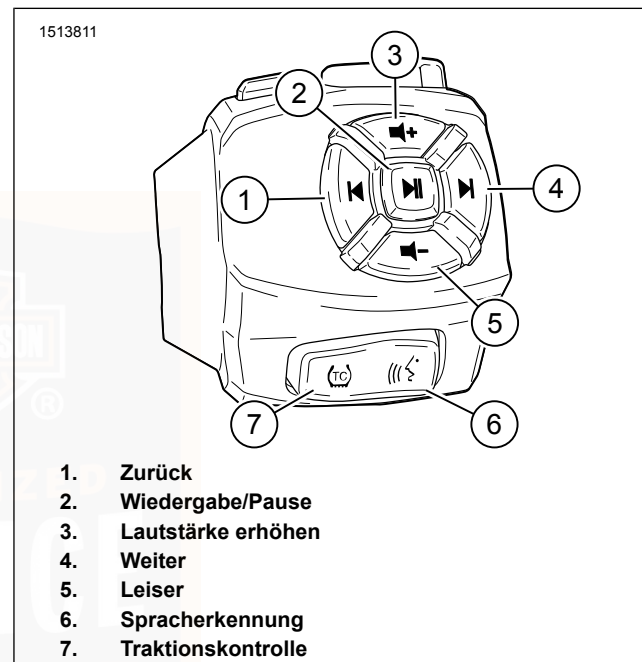

Abbildung 36. RHCM – unten
Siehe Abbildung 36. Die vorherige Taste (1) drücken, um die vorherige Mediendatei auszuwählen.
Siehe Abbildung 36. Die nächste Taste (4) drücken, um die nächste Mediendatei auszuwählen.
Siehe Abbildung 36. Die Wiedergabe-/Pause-Taste (2) drücken, um die aktuelle Mediendatei wiederzugeben oder anzuhalten.
Siehe Abbildung 36. Die Lautstärketaste (3) drücken, um die Lautstärke zu erhöhen.
Siehe Abbildung 36. Die Lautstärketaste (5) drücken, um die Lautstärke zu senken.
Siehe Abbildung 36. Die Spracherkennungstaste (6) aktiviert die Spracherkennungsfunktionen an einem angeschlossenen Gerät.
Siehe Abbildung 36. Die Traktionskontrolltaste (7) aktiviert und deaktiviert das Traktionskontrollsystem.
Siehe Abbildung 34 > und Abbildung 36 >.
Siehe Abbildung 36. Die Spracherkennung kann verwendet werden, um einen Anruf über IM vorzunehmen.
Siehe Abbildung 36. Der Spracherkennungsschalter (6) aktiviert Spracherkennungsfunktionen auf einem angeschlossenen Gerät (sofern unterstützt). Bei angeschlossenem Headset den Spracherkennungsschalter drücken. Sprechen Sie den gewünschten Befehl in das Mikrofon der Sprechgarnitur.